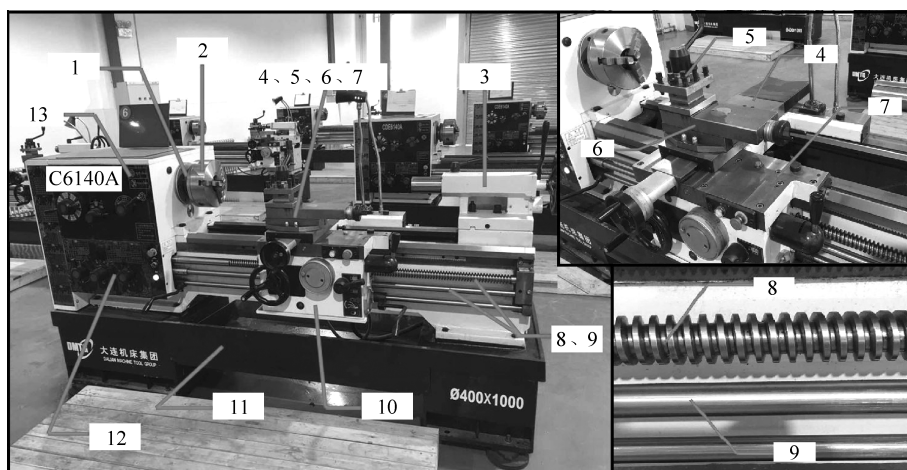

图 5.2 车床及其构件
2. 图 5.2 为实习用车床,请说明各构件的名称及作用,并解释铭牌上 C6140A 的含义是什么。(30 分)